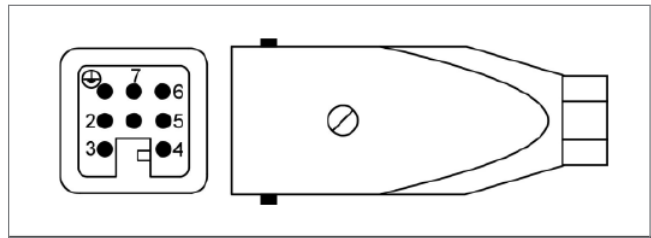

Abbildung 9: Digital Out Signalausgang 8-polig (6)
„Abbildung 9: Digital Out Signalausgang 8-polig (6)“ sowie „Tabelle 13: Kontaktbelegung Digital Out 8-polig (6)“ zeigen den Stecker für 4 digitale Ausgänge. Hierfür wird die Störmeldeleitung Artikel-Nr. 60070.031-V01 benötigt.